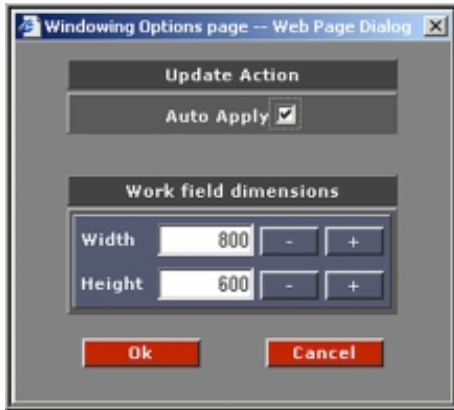

Imagen 6-43
- Haga clic en **Options** para abrir la ventana de opciones. (imagen 6-43)